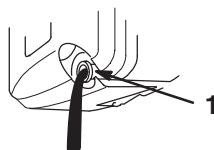

Figure 16
5. Basculer la tondeuse du côté gauche, et laisser l'huile s'écouler dans un récipient approprié (Fig. 16).